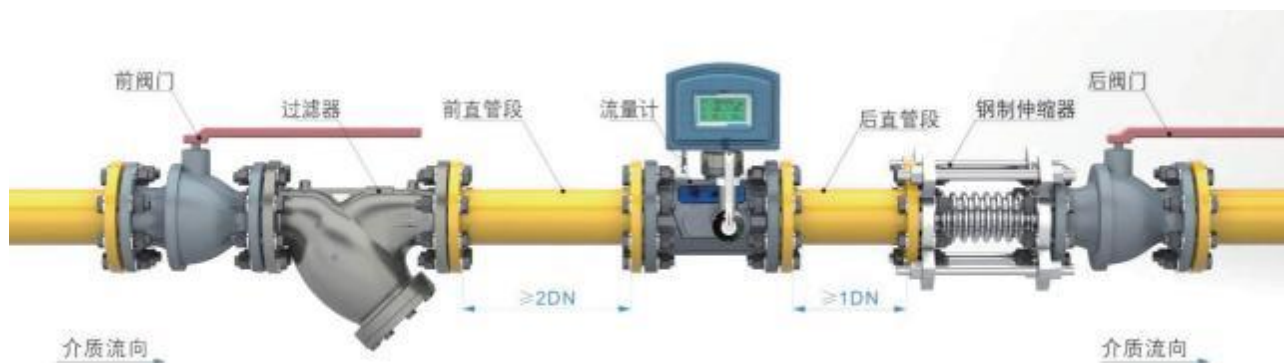

图 7 流量计水平安装示意图
5.5.3 管道设备配置建议按图 7 所示安装；为了便于维修，不影响流体正常运送，应并联一路作为备用计量管道。（特殊场合前后直管段长度按 5.5.4 描述配置）